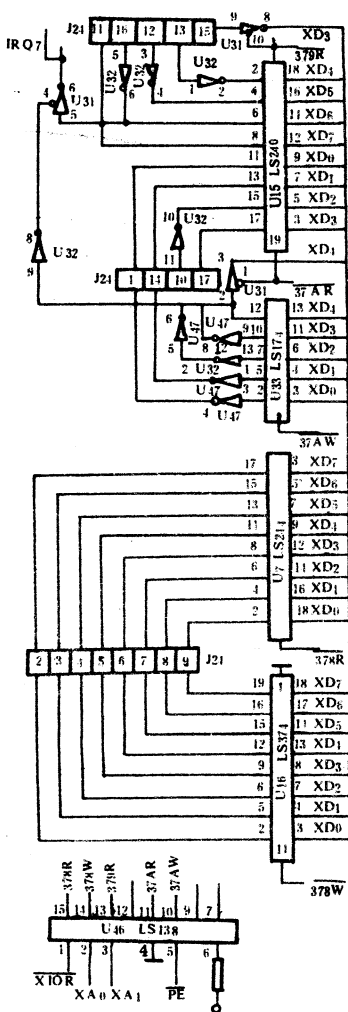

图 1-25 多功能板数据总线
**故障分析与维修** 经检查,打印机和互连电缆无故障,初步确认为 IBM PC/XT 打印机接口电路故障。检查打印机接口电路所在的多功能板上的扩充 RAM 电路和 RS-232 电路均正常,所以排除共用电路出故障的可能性。打印机电路如图 1-25 所示。它占用 I/O 地址空间的 378H、379H、37AH 三个单元。其 378H 单元构成一个 8 位自检测数据单元。可以用读 378H I/O 命令读出用写 378H I/O 命令写入的内容。37AH 是一个 5 位的用于产生控制信号的自检测单元。37AH 单元的高 3 位数据作无效处理。379H 是一个 5 位的只读单元,用于